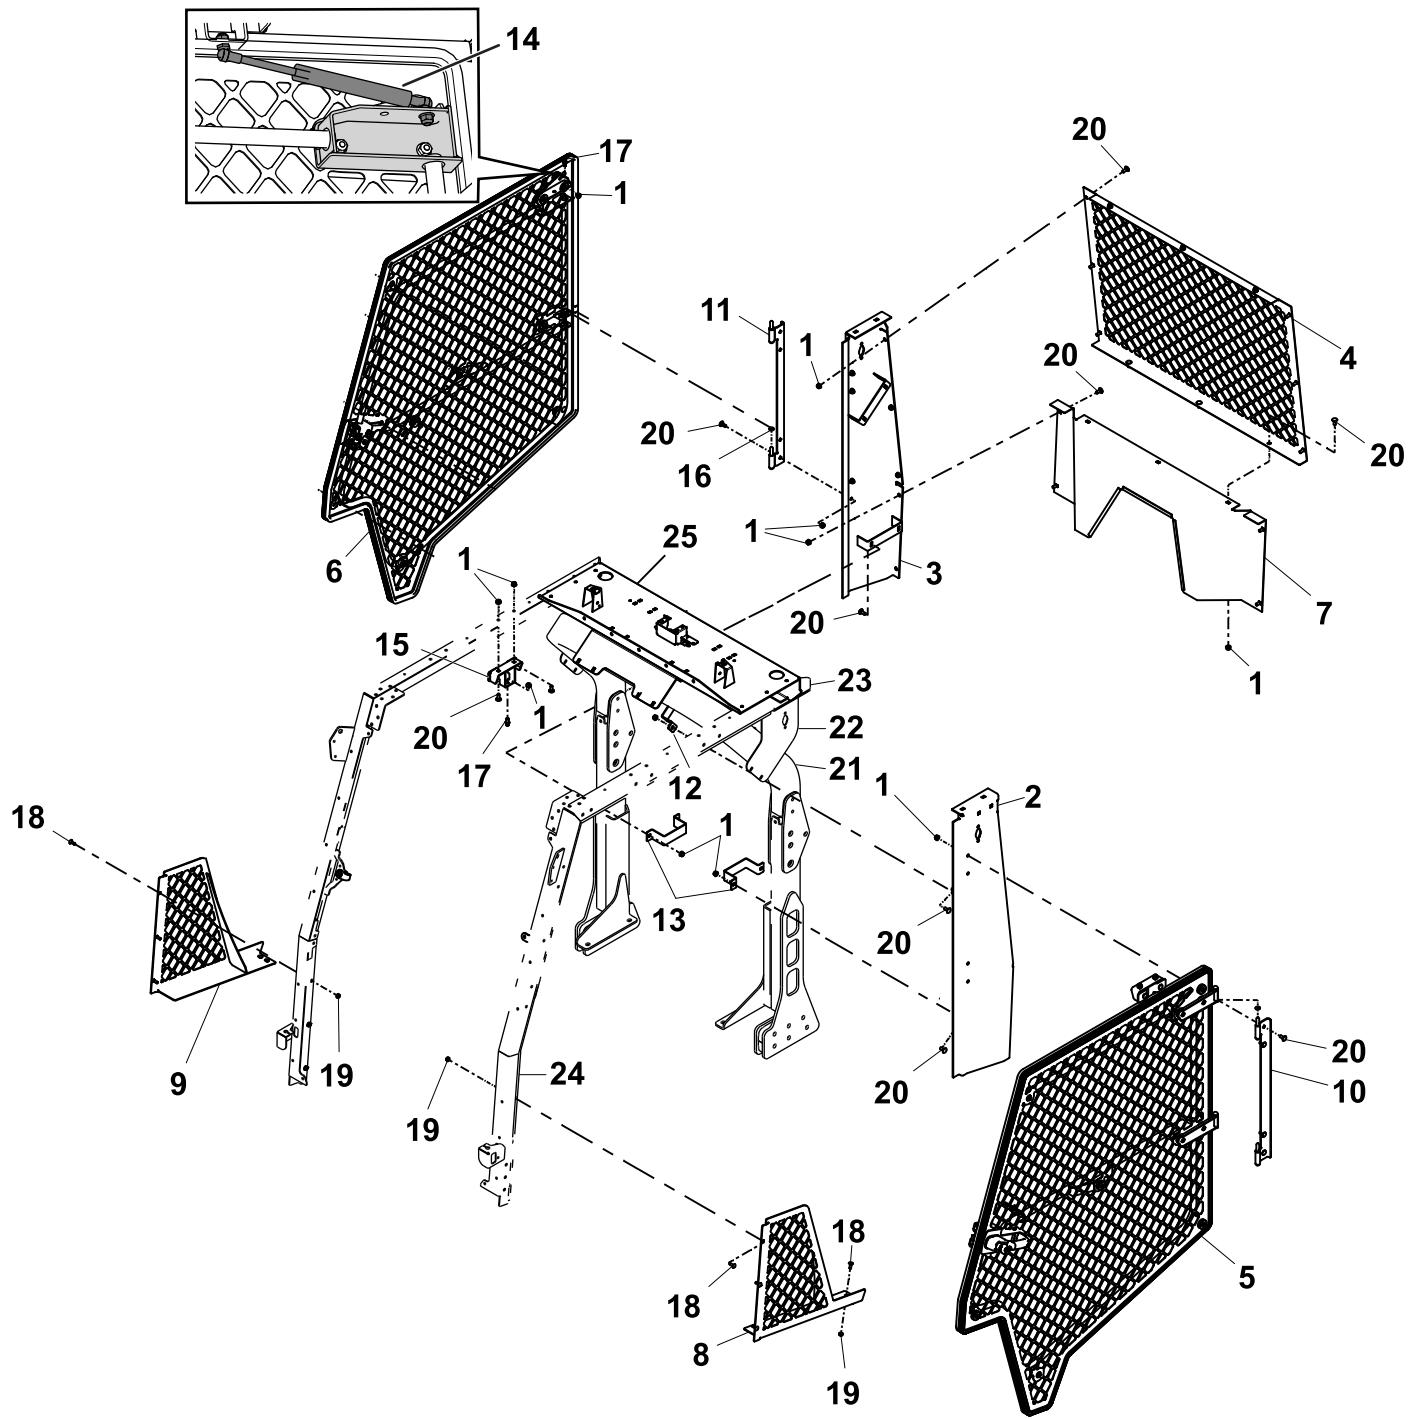

Figura 2
6. Se tiver sido instalada na máquina uma extensão ROPS de duas colunas, retire os painéis laterais que são utilizados para montar as luzes das colunas ROPS (Figura 2).
Consulte Figura 2 enquanto desempenha os seguintes passos.